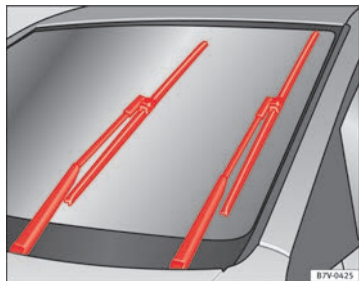

Fig. 131 Tergicristalli in posizione di manutenzione
- Accendere e spegnere il quadro e successivamente (prima di circa 9 secondi), spostare la leva dei tergicristalli nella posizione di tergitura ad escursione singola. Le spazzole si posizionano nella posizione di manutenzione ⇒ fig. 131.